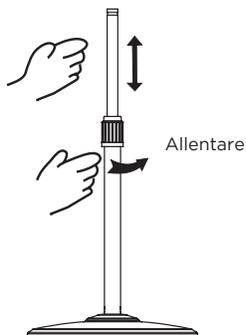

Fig.3
- 3 Dall'asta di prolunga allentare l'anello di regolazione dell'altezza e regolare l'asta interna all'altezza desiderata. (Nota: l'asta interna si trova all'interno dell'asta di prolunga). È possibile estrarla dall'asta di prolunga). (Fig. 3)